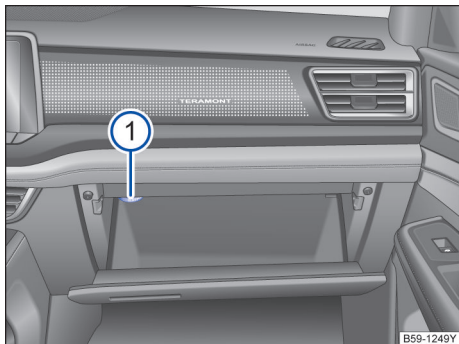

图 179 在仪表板内：副驾驶员侧的储物盒已打开
→ 图 179 的图例：
配备有出风口→ 图 179 ① 的储物盒，当空调制冷设备打开时冷风可通过此出风口吹入储物盒内。